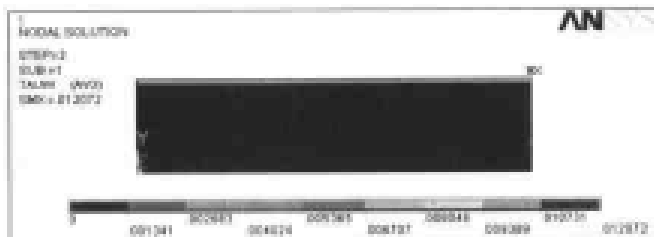

图 14-27 壁面剪切应力场分布等值线图
(4) 选择 Main Menu | General Postproc | Plot Results | Contour Plot | Nodal Solu 命令, 出现 Contour Nodal Solution Data 对话框, 选择 Nodal Solution | Other FLOTRAN Quantities | Shear stress at the wall, 单击 OK 按钮, ANSYS 窗口显示如图 14-27 所示的流体与导管壁间的壁面剪切应力场分布等值线图。